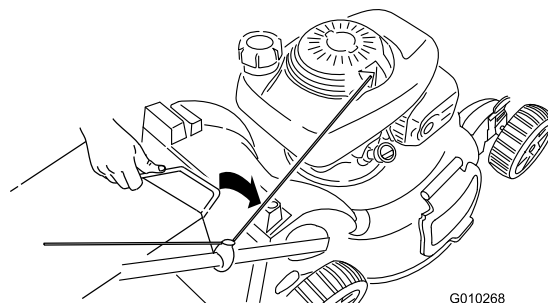

Рисунок 33
3. Вставьте ручку мешка для травы в канавки на верхней части газонокосилки (Рисунок 33).